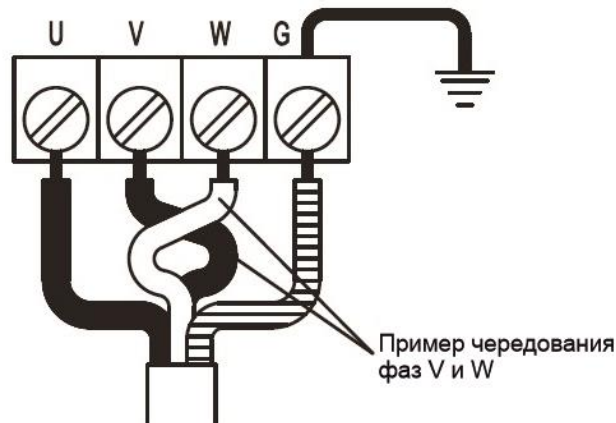

Рис.18 Смена вращения рабочего колеса.
2.5.2.3. Чтобы сменить вращение рабочего колеса, нужно заменить местами два из трех проводов, обозначенных U, V и W соответственно, рис. 18.